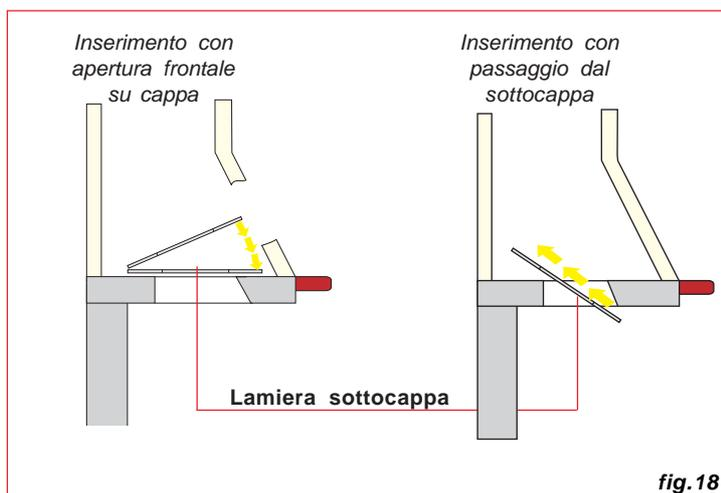

fig.18
**6.1)** La lamiera e il tubo flessibile o un raccordo a geometria variabile, possono essere inseriti all'interno della cappa esistente (fig. 18) dal sottocappa o praticando una piccola apertura frontale sulla cappa se risultasse difficoltoso l'inserimento dal sottocappa.